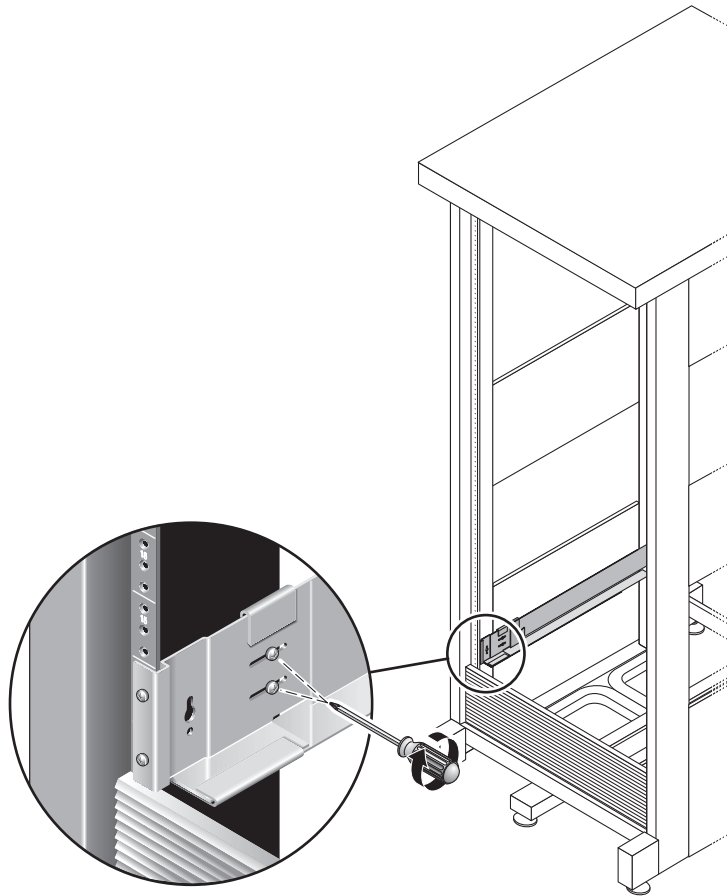

FIGURE 2-12 Serrage des vis de réglage
8. À l'aide du tournevis cruciforme n°2, serrez les quatre vis de réglage (deux de chaque côté) vers l'arrière de chaque rail (FIGURE 2-12).